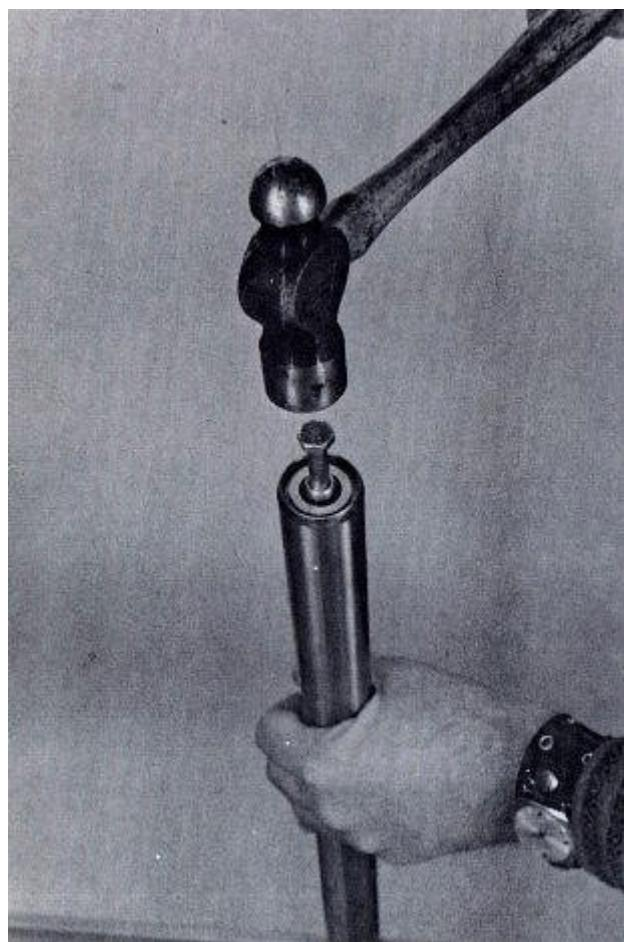

FIG. 170
10. Coloque el conjunto de la compuerta toda la espalda en la parte inferior del tubo de tenedor, pero no instale el anillo de cierre. Sostenga el tubo boca abajo y toque la cabeza del tornillo con un mazo hasta que el eje del amortiguador es expulsada del pedestal. (Fig. 170)